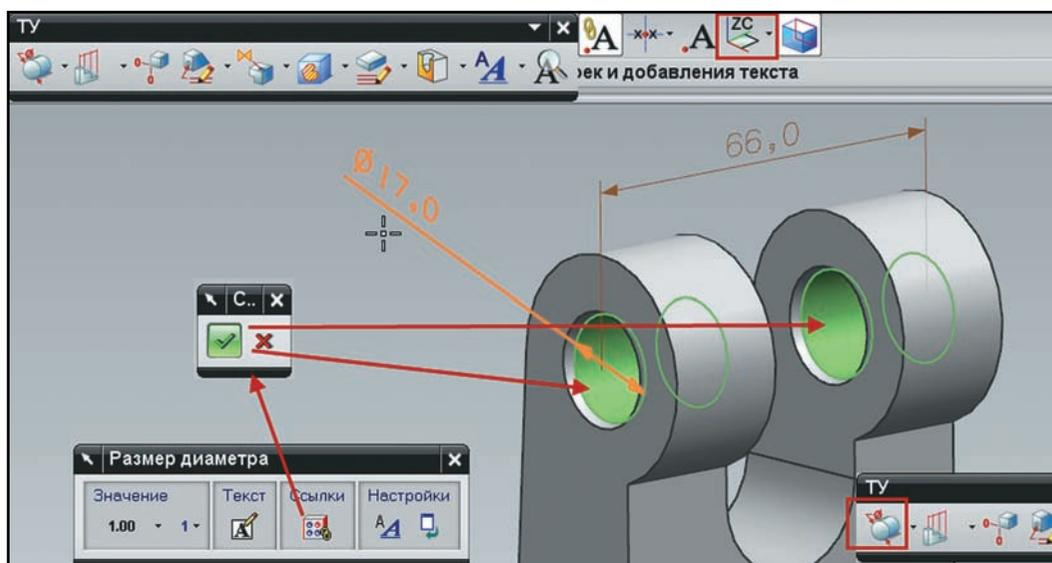

Рисунок 9.30. Задание ассоциированной геометрии.
- На инструментальной панели ТУ раскройте выпадающий список типов размеров и выберите **Размер диаметра (Diameter Dimension)**. Выбрав в качестве плоскости расположения размера плоскость XY рабочей системы координат, укажите грань одного из отверстий. Затем нажмите на панели создания размера кнопку ссылки, укажите грань второго отверстия и нажмите кнопку **ОК** (в виде зеленой галочки). Этим действием мы создали ассоциацию между размерной линией и второй гранью (рис. 9.30).